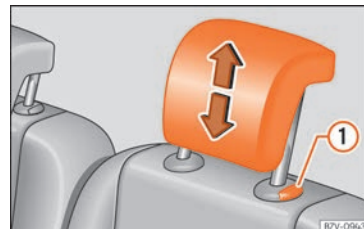

Abb. 155 Kopfstützeinstellung der zweiten der dritten Sitzreihe.
- Die Kopfstütze in Pfeilrichtung nach oben oder bei gedrückter Taste »»  in Aus- und Einbau der Kopfstützen auf Seite 159 nach unten schieben »» **Abb. 154** oder »» **Abb. 155** .